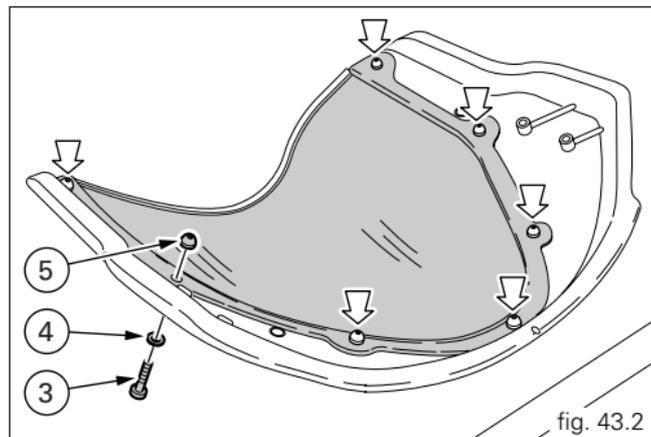

fig. 43.2
Pour remplacer le pare-brise, utiliser la clé Torx spéciale et dévisser les vis (3) avec rondelle en nylon (4), en immobilisant les écrous caoutchoutés (5) de l'intérieur de la bulle (fig. 43.2).